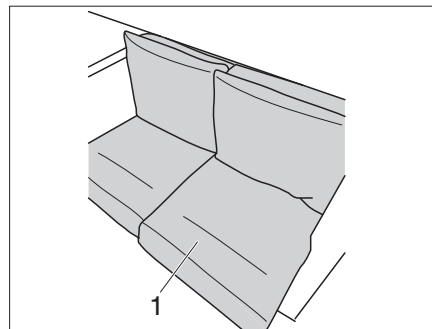

Bild 222 Polster auflegen
Das Sitzpolster (Bild 222,1) hat auf seiner Rückseite eine Verstärkung aus Kunststoff.
- Sitzpolster (Bild 222,1) mit Verstärkung auf der rechten Seite auflegen.